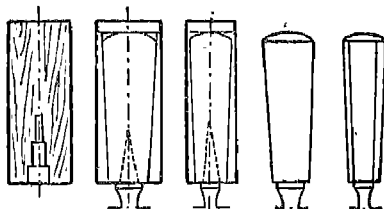

Fig. 13. — Fabrication d'un manche de ciseau ou de bédane. Expliquez les différentes phases du travail.
Le manche, en bois dur, est taillé à pans et arrondi au sommet, sur lequel le menuisier frappe à coups de maillet en bois. On le perce de trous de diamètres dégressifs (fig. 13), afin de pouvoir l'enfoncer à force sur la soie, sans qu'il se fende ; il vient ainsi s'appliquer sur l'embase qui l'empêche de s'enfoncer davantage.
4. Confectionner un **manche de ciseau** dans un bloc carré de bois dur (charme) (fig. 13). Percer une série de trous de diamètres décroissants; enferrer à force la soie de l'outil, tracer l'axe de l'outil, et la forme sur chaque face du bloc; exécuter (*scie, rabot et râpe*).